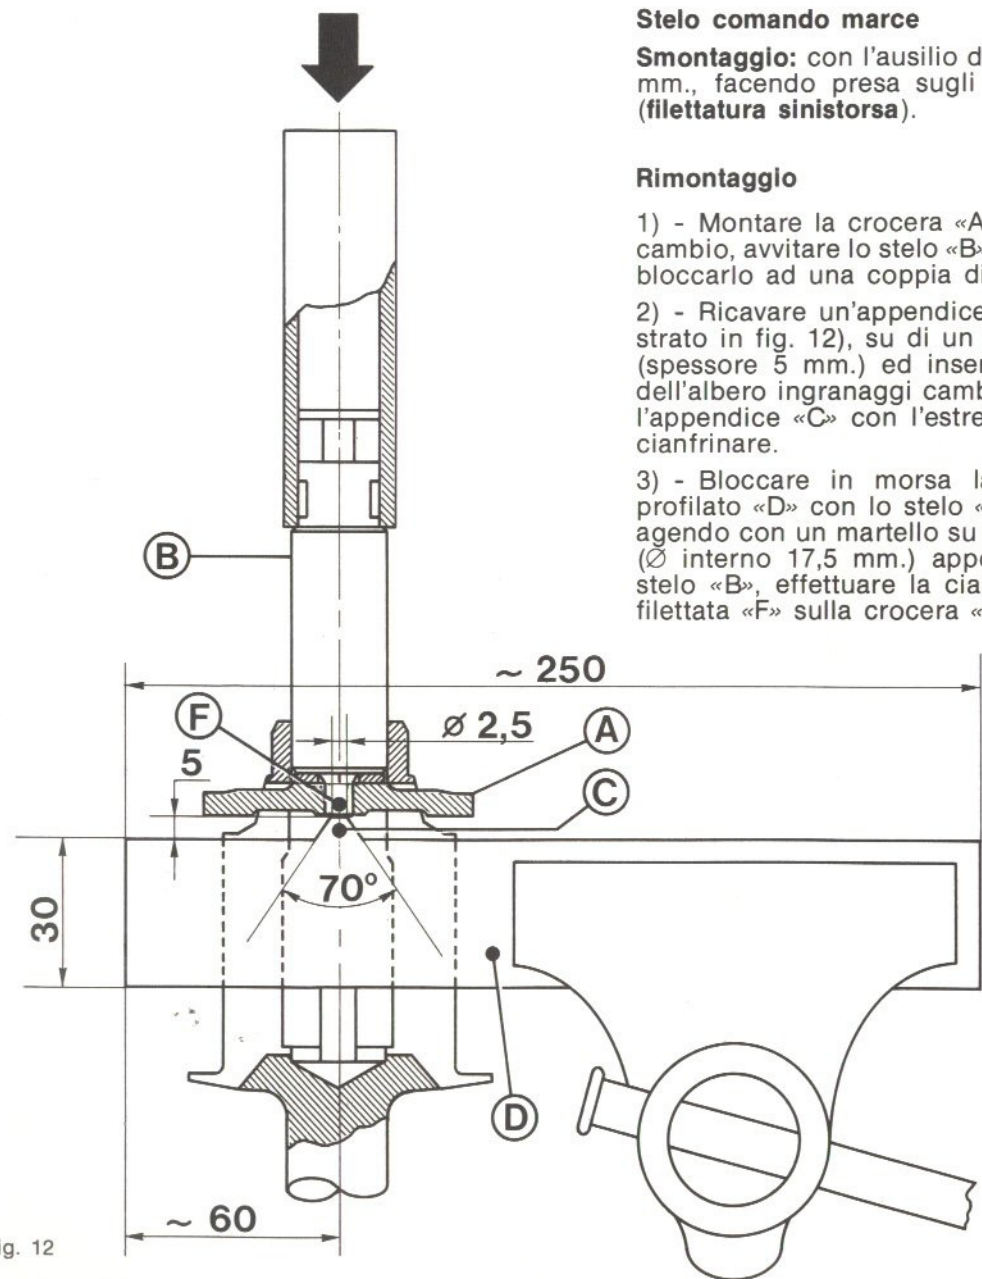

Fig. 12
2) - Ricavare un'appendice conica «C», come illustrato in fig. 12), su di un profilato in lamiera «D» (spessore 5 mm.) ed inserirlo in una scanalatura dell'albero ingranaggi cambio fino a far coincidere l'appendice «C» con l'estremità dello stelo «F» da cianfrinare.